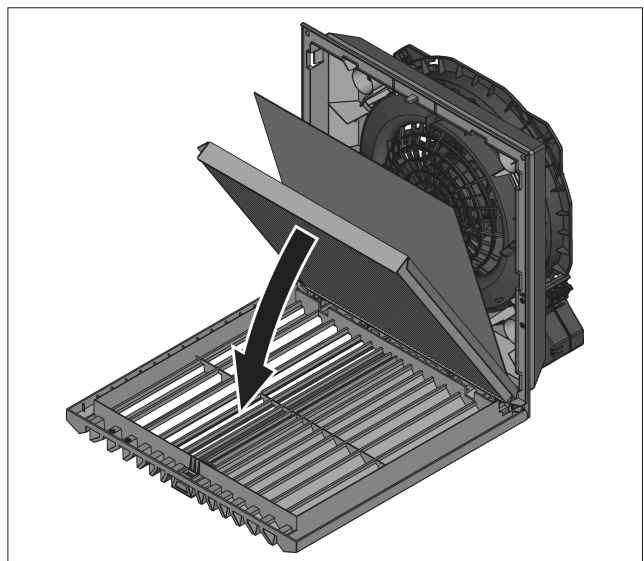

Abb. 21: Faltenfilter IP 55 einbauen
- Nur für IP 55: Legen Sie das bei den Faltenfiltern für IP 55 mitgelieferte Absorbervlies auf den bereits eingelegten Faltenfilter (siehe Abb. 21). Die Einbau-richtung des Absorbers ist hierbei egal.